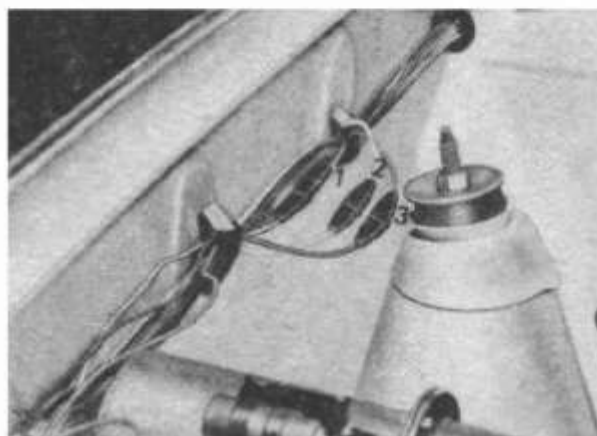

Bild E2. Kabelverbindung (KMVA)
- Kabelverbindung im Motorraum (Bild E2)